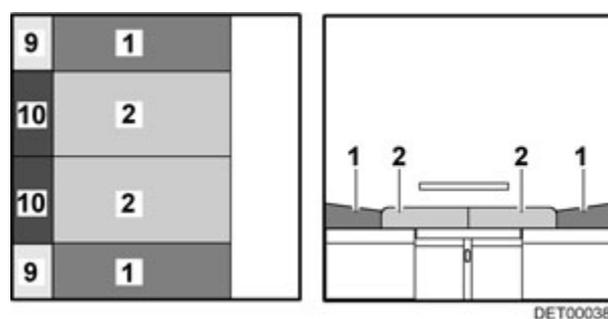

Fig. 86 Après la transformation
- Tirer les coussins d'assise (Fig. 86,2) vers l'avant et le milieu.
- Placer les coussins de dossier (Fig. 86,1) entre les coussins d'assise et la cloison.
- Placer les coussins supplémentaires (Fig. 86,9) entre les coussins de dossier et la cloison.
- Placer les coussins supplémentaires (Fig. 86,10) entre les coussins d'assise et la cloison.